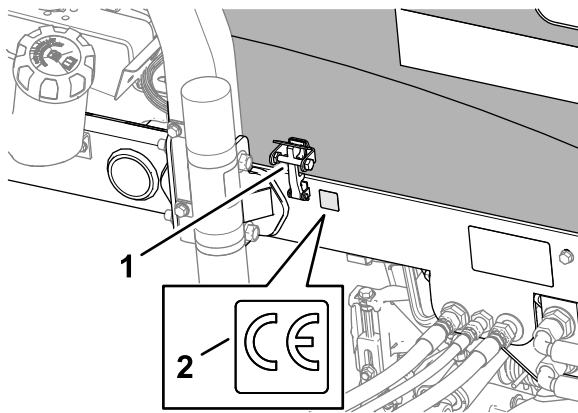

Figura 22
3. Limpe a estrutura esquerda perto do trinco do capot com álcool, e deixe secar a estrutura (Figura 22).
4. Retire a parte de trás e aplique o adesivo CE peça n.º 133-8095 à estrutura como se mostra na Figura 22.